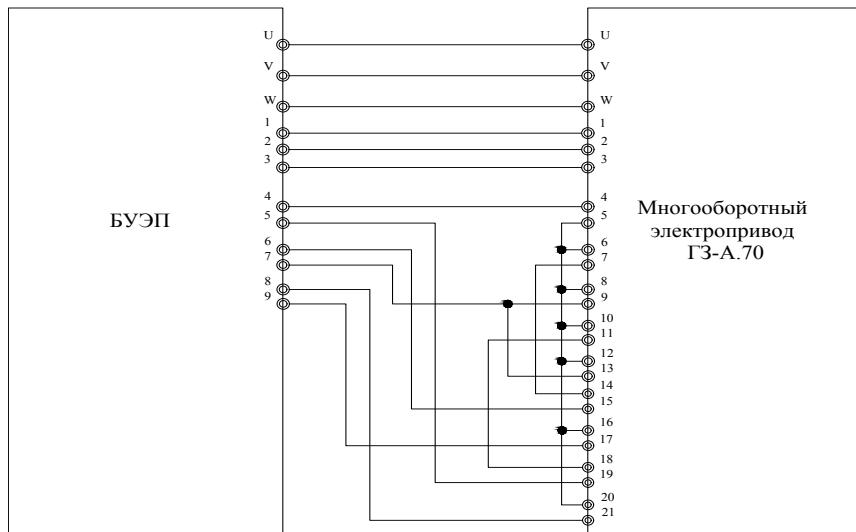

Рис.5 Блок-схема подключения БУЭП к электроприводу
В случае использования для дистанционного управления электроприводом ГЗ-А.70 блока БУЭП-2 применяется схема, приведенная на Рис. 5.
Перед включением электропривода необходимо убедиться, что рычаг переключения режимов находится в положении работы привода от электродвигателя. Снять крышку клеммной колодки (16) (рис.1). Подключить электропривод согласно электрической схеме (рис.4 (A,B)). Установить крышку (16) (рис. 1). Далее проверить направление движения затвора арматуры при работе от электродвигателя на открытие и закрытие: диск индикатора положения затвора арматуры должен вращаться в сторону закрытия (открытия). Пуск осуществлять на короткое время, позволяющее определить направление движения выходного вала. Если диск будет вращаться в направлении обратном заданному, поменяйте местами фазы (A, B, C) питающего напряжения на силовом щите: (A и B, или A и C, или B и C) (рис. 4), рис. 5. После этого повторить проверку.